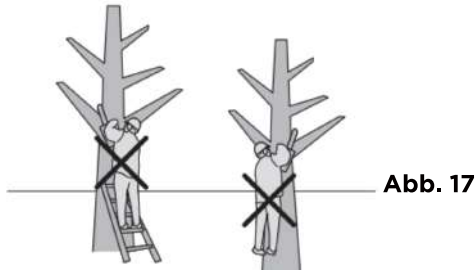

Abb. 17
6. Betreiben Sie die Mini-Kettensäge nicht mit vollständig ausgestreckten Armen, versuchen Sie nicht, schwer zugängliche Bereiche zu sägen, und stellen Sie sich beim Sägen nicht auf eine Leiter (siehe Abb. 17).